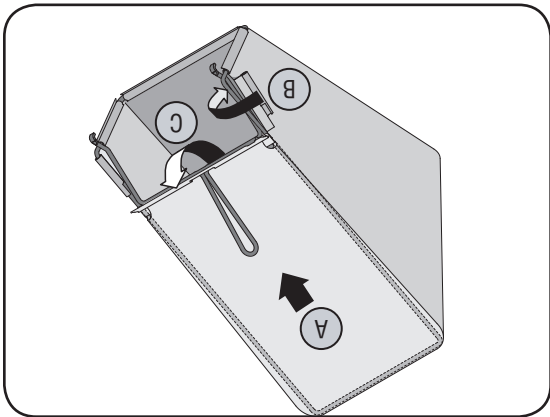

Figure 3-7
a. Glissez le sac sur l'armature (côté en plastique noir sur le dessous). Enfoncez les crochets de l'armature dans les trous des glissières en plastique du sac à herbe. Voir la Figure 3-7.
b. Attachez le sac sur l'armature en accrochant les glissières sur l'armature, comme à la Figure 3-7. Toutes les glissières en plastique, sauf celle du dessus du sac, s'accrochent de l'extérieur du sac. Le haut du sac s'attache de l'intérieur de celui-ci.